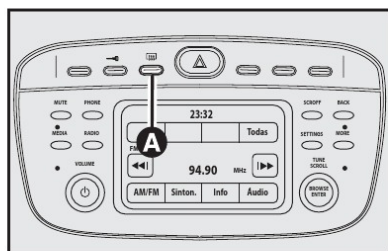

fig. 61
## DESEMBAÇAMENTO/DESCONGELAMENTO DO VIDRO TRASEIRO TÉRMICO - fig. 61
- vidro traseiro térmico (para acionar/desacionar somente vidro traseiro térmico, pressionar o botão **A - fig. 61**);